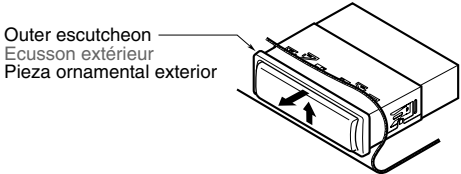

Figure 12 / Figure 12 / Figura 12
- 3. Press the outer escutcheon upward and remove it. (Figure 12)
- 3. Presser l'écusson extérieur vers le haut et le retirer. (Figure 12)